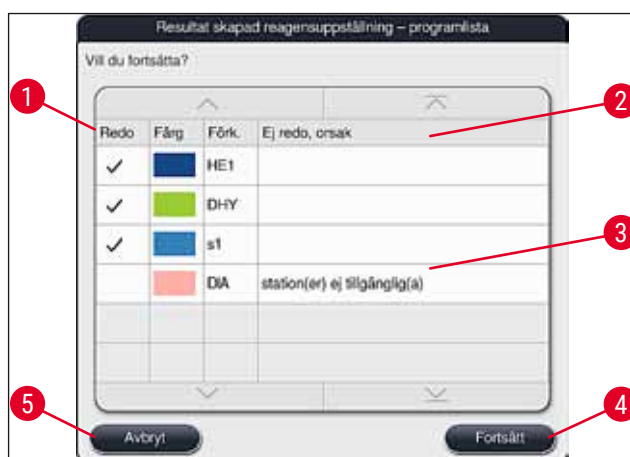

Bild 51
- Om fler program har valts än vad som kan integreras i reagensuppställningen informeras användaren i fönstret **Resultat av reagensuppställninggenerering** (→ "Bild 51"). Program som har integrerats markeras med en bock i kolumnen **Redo** (→ "Bild 51-1").